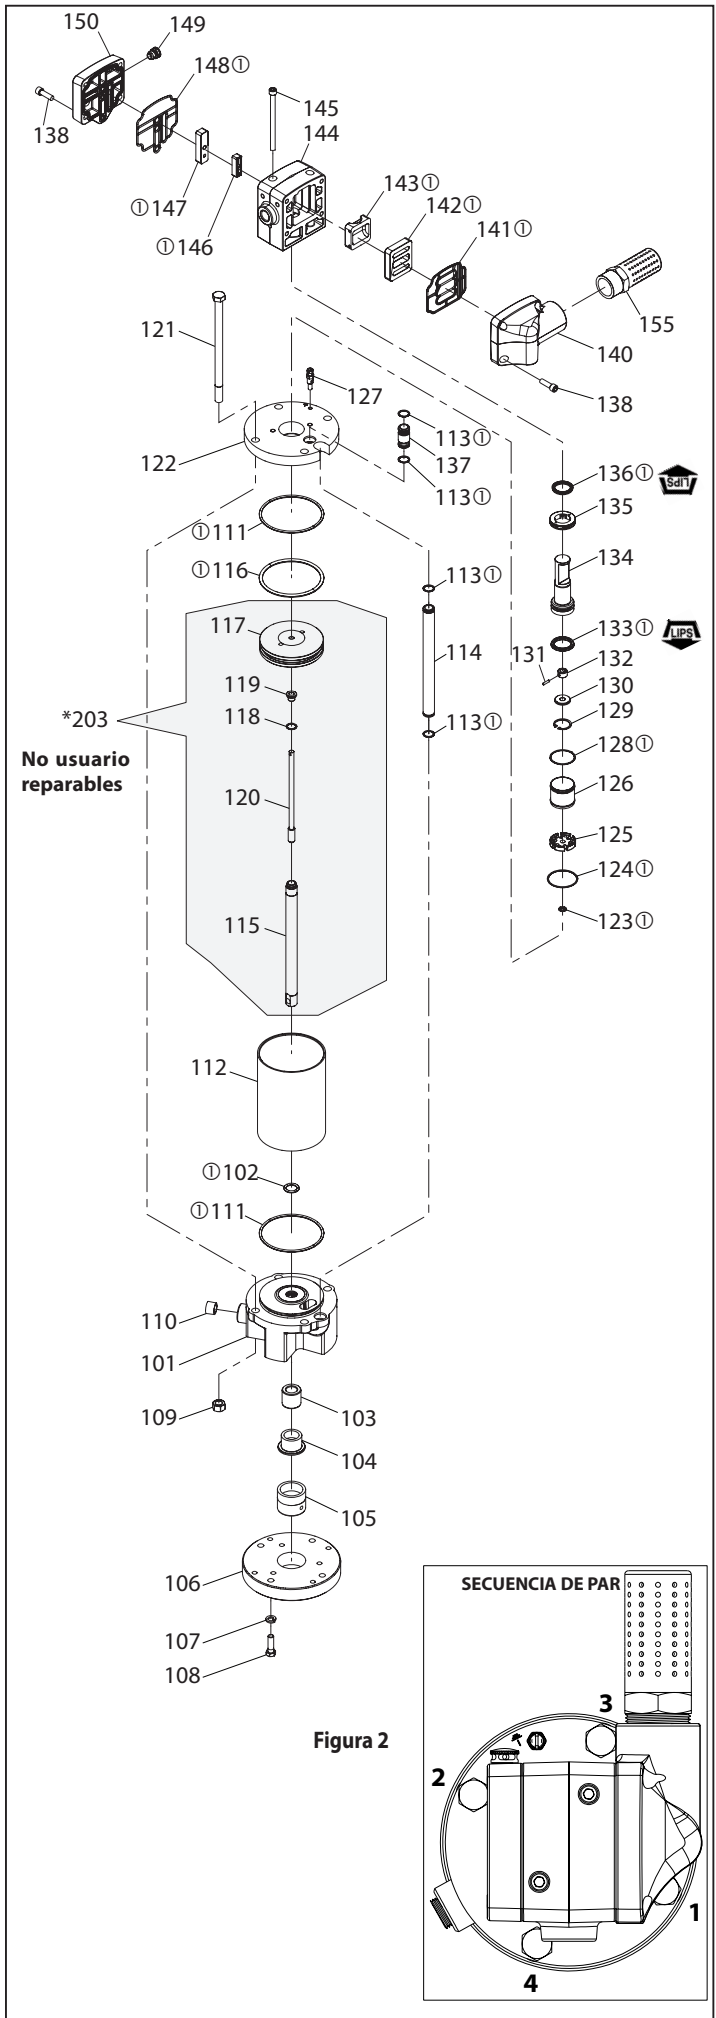

Figura 2
2. Para el modelo AF0460-XX, instale la arandela (151), la junta en U (152), la arandela (153) y el anillo de fijación (154) en el conjunto de la base (101). Para el resto de modelos, instale la junta tórica en el conjunto de la base (101).
3. Instale la junta tórica (111) en la ranura del conjunto de la base (101).
4. Empuje la varilla del pistón (115) a través del conjunto de la base (101) con cuidado de no dañar los labios de la junta en U (152) o de la junta tórica (102).
5. Instale la junta tórica (116) en la ranura del pistón (117).
6. Lubrique el diámetro interno del cilindro de aire (112) y deslícelo hacia abajo por el conjunto del pistón (203) y hacia el conjunto de la base del motor neumático (101) (ver la figura 2 en la página 2).
7. Alinee la muesca de la placa del cabezal (122) con el puerto del conjunto de la base (101) y presione la placa del cabezal (122) hacia abajo hasta que se aloje contra el cilindro de aire (112). El conjunto de la varilla de disparo (120) debe pasar por el centro de la placa del cabezal (122).
8. Monte los cuatro pernos (121) a través de la placa del cabezal (122) y el conjunto de la base (101).
9. Coloque las cuatro tuercas (109) en los pernos de cabeza hexagonal (121) y apriételes según el valor y la secuencia de par especificados.
10. Tire del conjunto de la varilla de disparo (120) lo más lejos posible del conjunto del motor neumático y deslice la junta tórica (123) sobre el conjunto de la varilla de disparo (120), haciéndola pasar por el prensaestopas situado en la placa del cabezal (122).
11. Deslice la tapa (125) sobre el conjunto de la varilla de disparo (120) y empújela hacia el diámetro situado en la placa del cabezal (122).
12. Deslice primero el anillo de fijación (129) y, a continuación, la arandela (130) hacia el conjunto de la varilla de disparo (120).
13. Deslice el dispositivo de accionamiento (132) hacia el conjunto de la varilla de disparo (120). Alinee el orificio del dispositivo de accionamiento (132) con el orificio del conjunto de la varilla de disparo (120) e introduzca el pasador (131).
14. Coloque la junta tórica (133) en la bobina (134). Recuerde que los labios de la junta en U (133) deben apuntar abajo, hacia la placa del cabezal (122).
15. Deslice la bobina (134) hacia el conjunto de la varilla de disparo (120) sobre el dispositivo de accionamiento (132) e introduzca la arandela (130) por detrás de la misma. Por medio de unos alicates para anillos de fijación, coloque el anillo de fijación (129) en la ranura interna situada en la bobina (134). Asegúrese de que el anillo de fijación (129) está completamente encajado en la ranura. Deslice la bobina (134) abajo hacia el diámetro de la placa del cabezal (122) anidado en la parte superior de la tapa (125).
16. Lubrique el diámetro interior del manguito (126), deslícelo hacia la bobina (134) y colóquelo en la tapa (125). Recuerde que la inclinación más pronunciada del manguito (126) debe colocarse en la tapa (125).